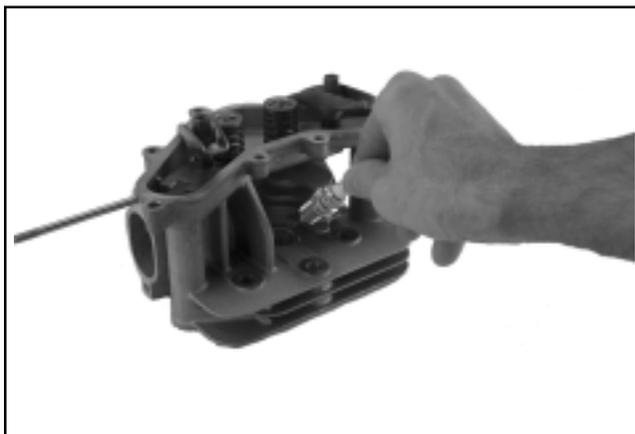

Figura 8-32. Rimozione della candela.
1. Rimuovere la candela. Vedere Figura 8-32.